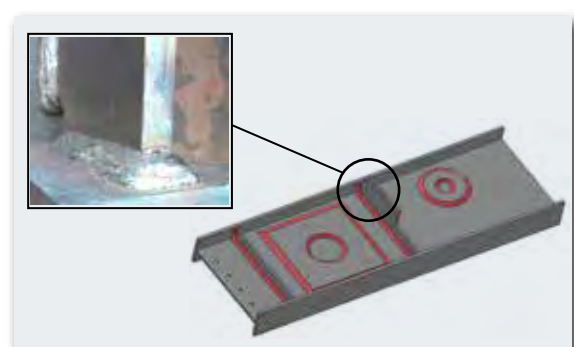

図2 梁ワークの各継手・回し溶接
梁ワークの主要な溶接線（表1①～⑥）に適用可能で、スチフナでは、フランジ端回し溶接、及びスカラップ回し溶接にも対応しています。（表1②④、図2 写真）